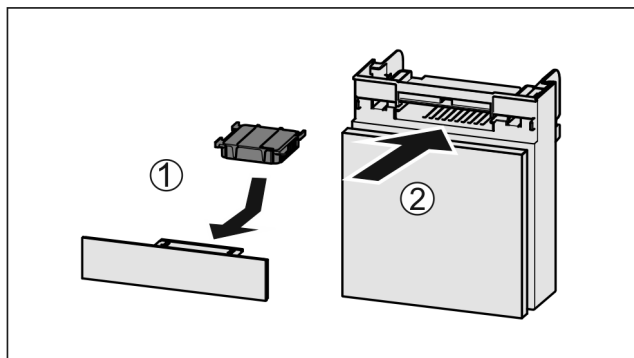

Fig. 152
- Actievekoolfilter overeenkomstig afbeelding aanbrengen Fig. 152 (1).
- Lade erin schuiven Fig. 152 (2).